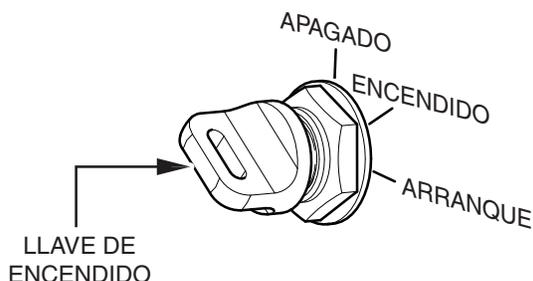

Figura 21. Interruptor de encendido
7. Inserte la llave de encendido en el interruptor de encendido (Figura 21), manténgala girada hacia la derecha hasta que arranque el motor y suéltela.